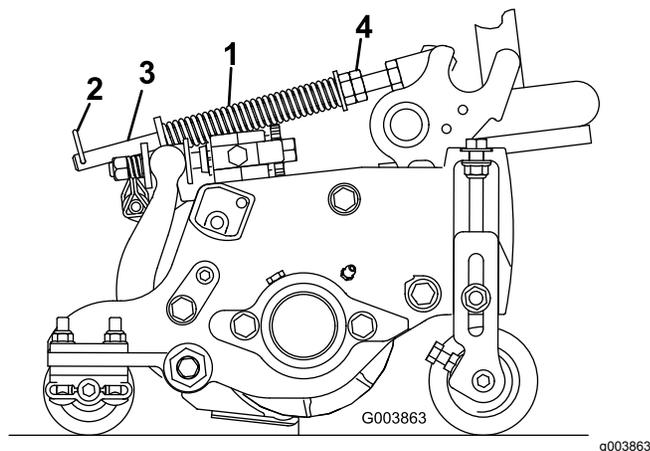

Рисунок 15
Пружина компенсации состояния грунта переносит вес с переднего на задний каток (Рисунок 15). Это препятствует образованию на грунте волнообразных неровностей (так называемых «волн» или «трясок»).
1. Убедитесь, что игольчатый шплинт вставлен в заднее отверстие штока пружины (Рисунок 15).
2. Затяните шестигранные гайки в передней части штока пружины так, чтобы сжатая длина пружины стала равна 12,7 см на машине с 5-дюймовыми режущими блоками или 15,9 см на машине с 7-дюймовыми режущими блоками (Рисунок 15).